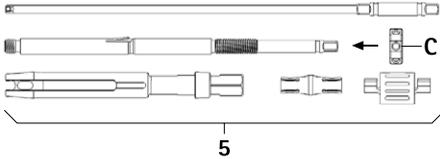

Fig. 10
- Skruva på spännmuttern **C** på innerhysan, se Fig. 10.